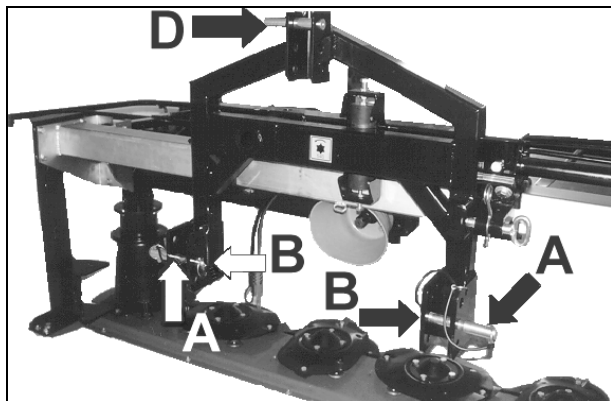

fig.5
- Infilare i perni **A** (fig.5) nei bracci di sollevamento e fissarli con gli spilli di sicurezza **B** (fig.5).
- Collegare il braccio 3° punto al perno **D** (fig.5).
- Insert the pivot pins **A** (fig.5) in the lift boom arms and secure them with the safety pins **B** (fig.5).
- Connect the boom arm 3° point to the pivot pin **D** (fig.5).
- Enfiler les pivots **A** (fig.5) dans les bras de soulèvement et les fixer avec des épingles de sécurité **B** (fig.5).
- Brancher le bras 3ème point au pivot **D** (fig.5).
- Introducir los pernos **A** (fig.5) en los brazos de izado y fijarlos con pasadores de seguridad **B** (fig.5).
- Conectar el brazo 3° punto al perno **D** (fig.5).
- Die Zapfen **A** (Abb.5) in die Hubarme stecken und anhand der Sicherheitsstifte **B** (Abb.5) befestigen.
- Den Dreipunktarm an den Zapfen **D** (Abb.5) anschließen.